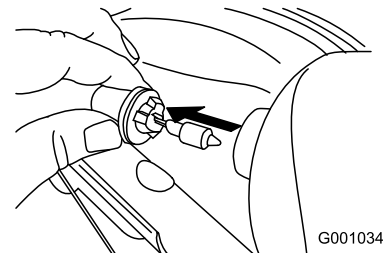

Figura 54
3. Retire la lámpara, tirando en línea recta, de la parte trasera del faro (Figura 54).